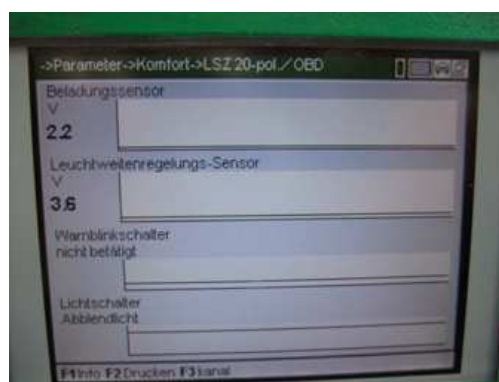

Fig. 3
6. Une fois le capteur avant échangé, celui-ci mesure une valeur autour de 2,2 volts, ce qui correspond à la plage théorique (v. Fig. 3).